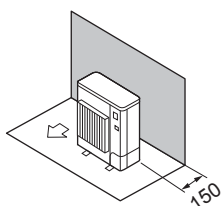

Fig. 2-2
① Hindringer kun bak (Fig. 2-2)